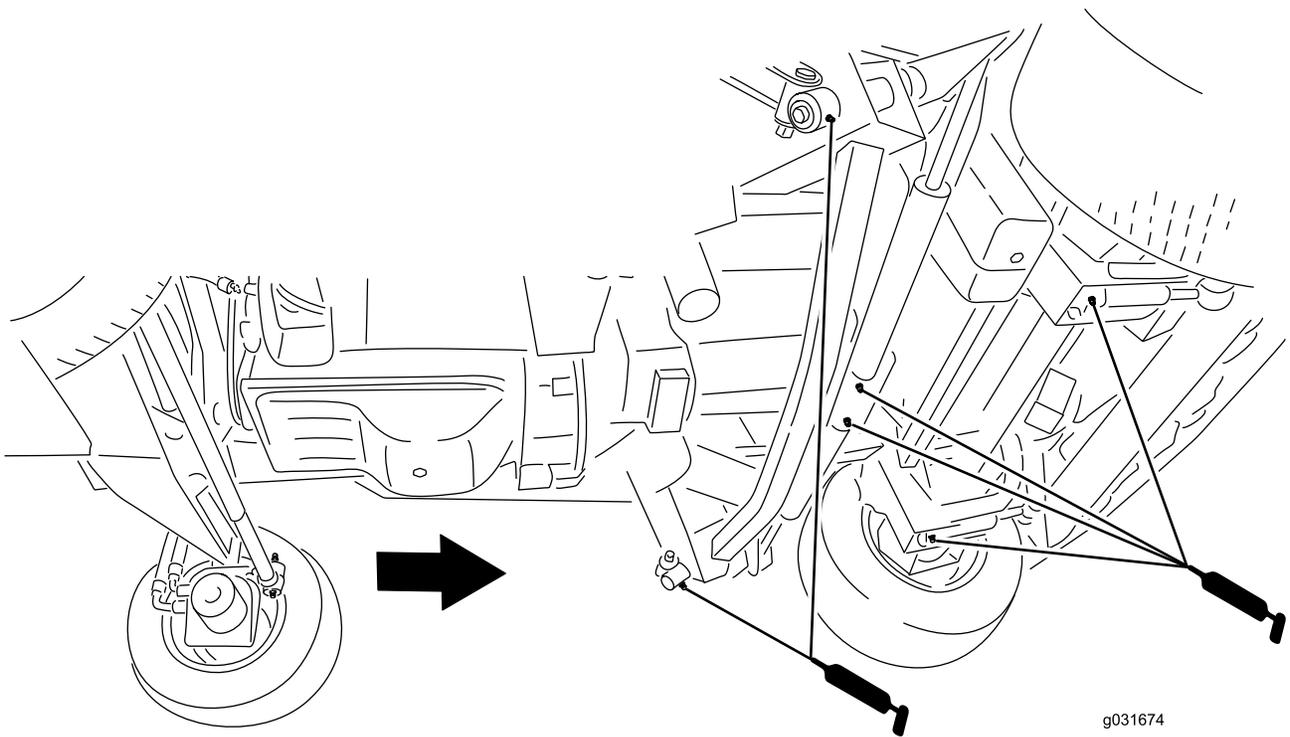

図 69
- インパクトアーム2ヶ所 図 69
- 前デッキの昇降シリンダのピボット2ヶ所 図 69
- サイドデッキの昇降シリンダのピボット2ヶ所 図 69